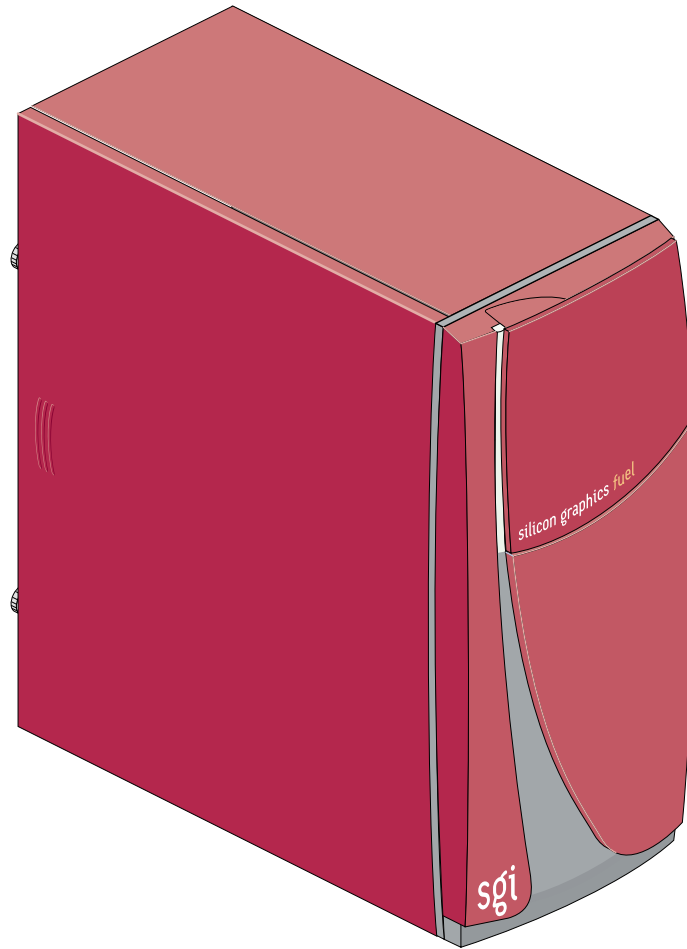

Abbildung 1-3 Vorderseite der Workstation
- Abbildung 1-3 stellt die Vorderseite der Workstation dar.